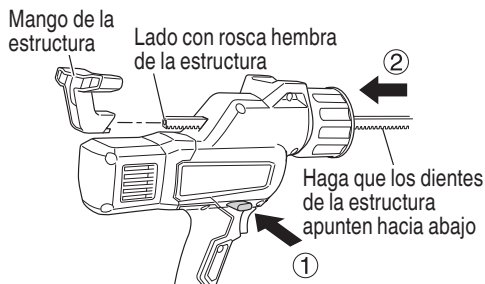

Fig. 15
- (1) Mientras presiona el botón de liberación para liberar el bloqueo, inserte la estructura desde el lado frontal del cuerpo principal. Inserte la estructura de forma que los dientes estén orientados hacia abajo y las roscas hembra estén en el lado del mango de la estructura. (Fig. 15)